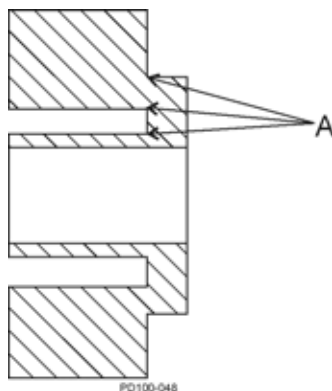

Figure 32 - Points de tension du rotor
- Inspectez minutieusement les rotors pour déterminer l'usure des rainures de clavette et du moyeu et les fissures de tension. Utilisez la méthode de contrôle par ressuage pour détecter les fissures de fatigue au niveau des points de tension du rotor (Figure 32, élément A).